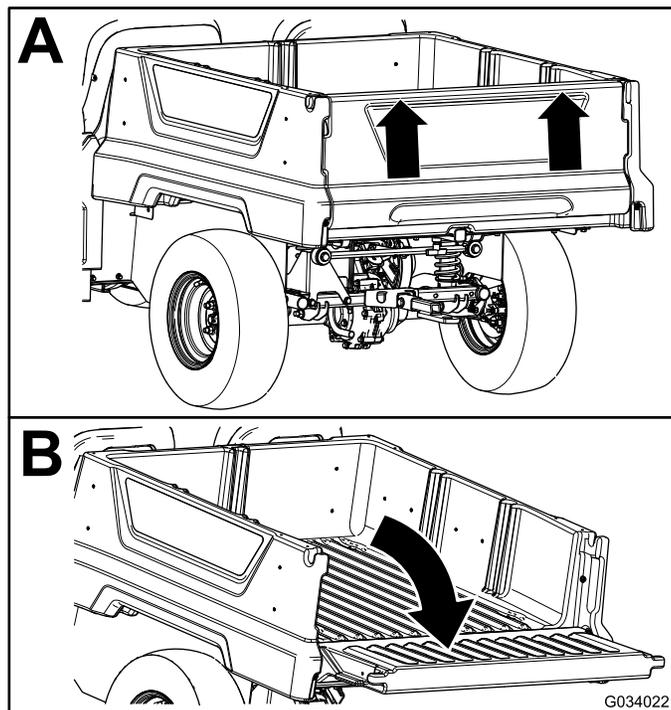

図 15
2. 両手でテールゲート上部の峰の部分をつかんでテールゲートを持ち上げる 図 15。
3. 荷台と面一になるまで、テールゲートを下げる 図 15。